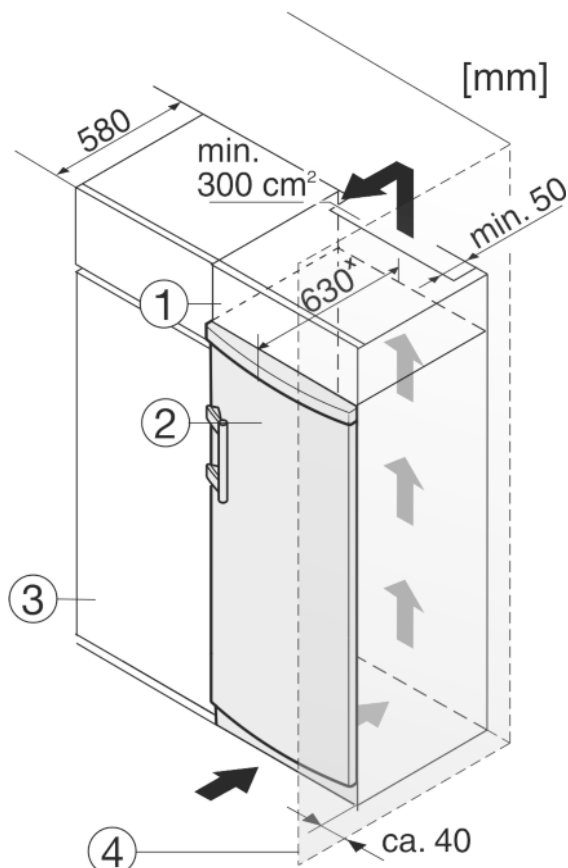

Fig. 9
Zařízení lze zabudovat do vybavení kuchyně. K vyrovnání přístroje Fig. 9 (2) na výšku kuchyňské linky lze na přístroj nasadit odpovídající nástavec Fig. 9 (1).
Při montáži do kuchyňských skříní (hloubka max. 580 mm) lze přístroj instalovat hned vedle kuchyňské skříně Fig. 9 (3). Přístroj přesahuje přední stěnu kuchyňské skříně na stranách o 34 mmx a uprostřed o 50 mmx.
Když se přístroj instaluje závěsy vedle stěny Fig. 9 (4), musí být vzdálenost přístroje od stěny alespoň 40 mm. To odpovídá přesahu madla při otevřených dveřích.